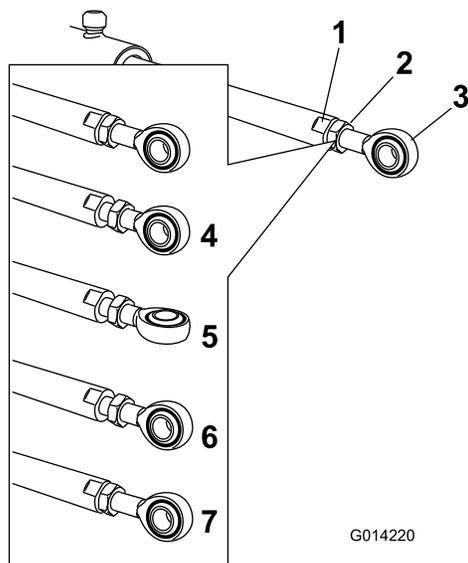

图65
5. 在提升器杆的平整侧用扳手进行固定、然后松开锁紧螺母、使孔眼杆可以调整（图65）。
6. 转动提升器杆上的孔眼杆、将延伸的提升器缩短或延长至所需的位置（图65）。